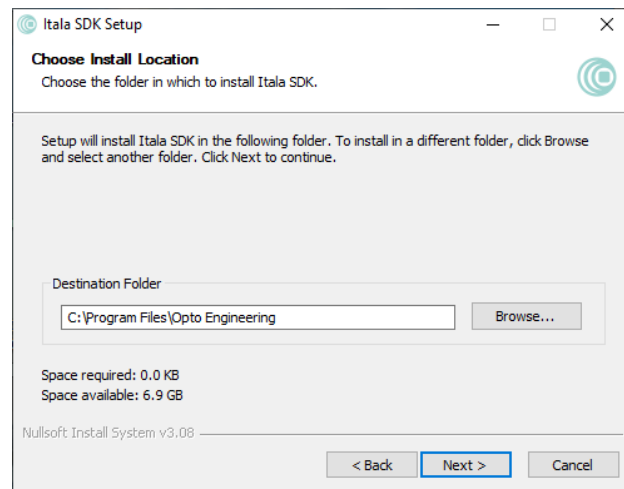

Figure 15: Itala SDK finestra della cartella di destinazione.
4. Scegliere la cartella di destinazione (Fig. 15).